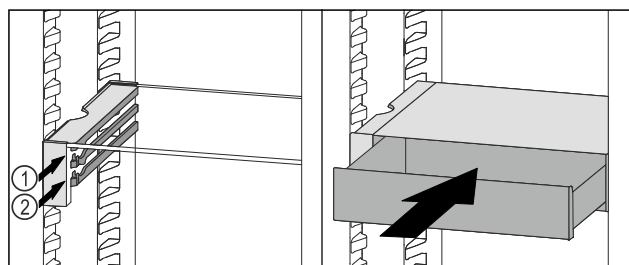

Fig. 85
- ▶ Zásuvku VarioSafe nasadte za zarážkami na požadovanom rebre Fig. 85 (1) alebo Fig. 85 (2).